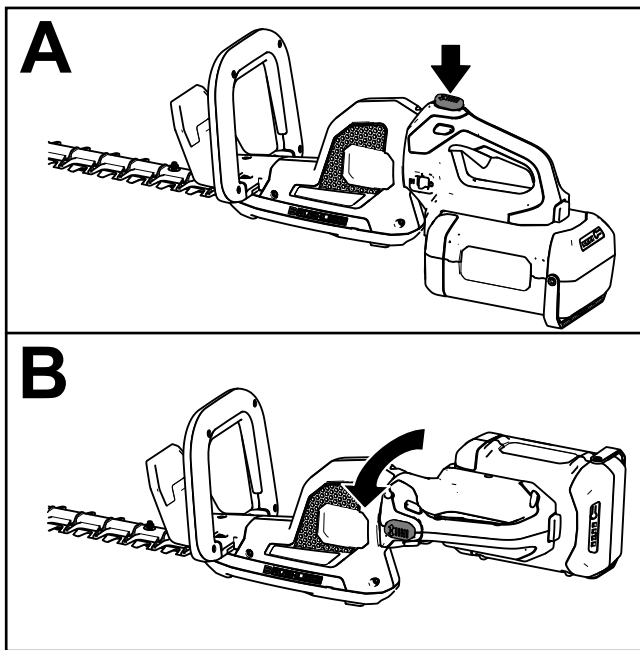

Figura 7
1. Apăsăți și apăsați butonul de blocare a rotației (A din Figura 7).
2. Rotiți mânerul cu 90° spre dreapta sau spre stânga, în funcție de direcția de tăiere dorită, apoi eliberați butonul de blocare a rotației pentru a bloca mânerul în poziția dorită (B din Figura 7).